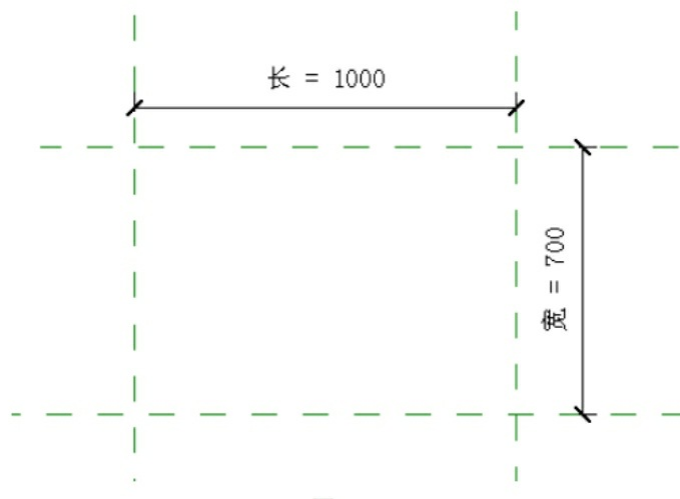

图7-53
(1) 在绘图区域绘制4个参照平面，并在参照平面上标注尺寸，如图7-53所示。